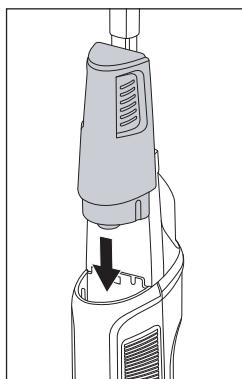

Fig. 11
- ◆ Rotiți rezervorul de apă curată ⑪ și împingeți-l înapoi în inserția din partea superioară a părții din față a aparatului (a se vedea fig. 11).
- ◆ Împingeți rezervorul de apă curată ⑪ în jos, de-a lungul canelurilor din inserție până când rezervorul de apă curată ⑪ se cuplează cu un clic și se aşază ferm pe aparat.